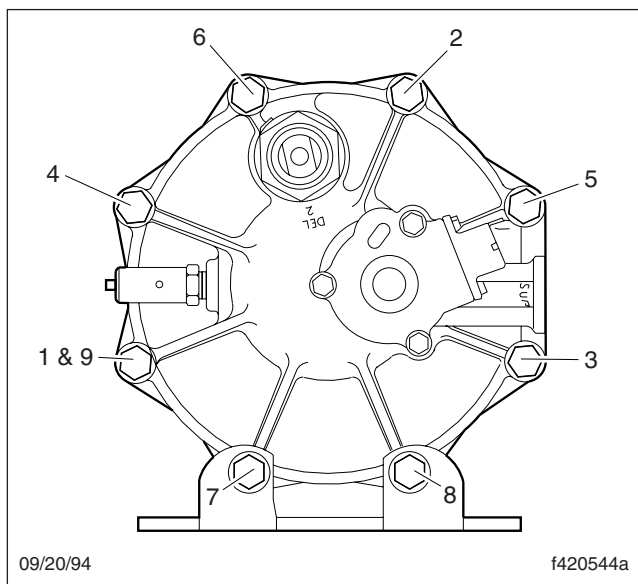

Figura 2, Secuencia de apriete de la tapa de extremo a la cubierta del AD-9
16. Instale los 6 pernos, las 12 arandelas y 6 tuercas Nylok nuevas. Apriete las tuercas Nylok en una secuencia cruzada a un valor de 17 a 24 lbf·ft (23 a 33 N·m). Vea la **Figura 2**.